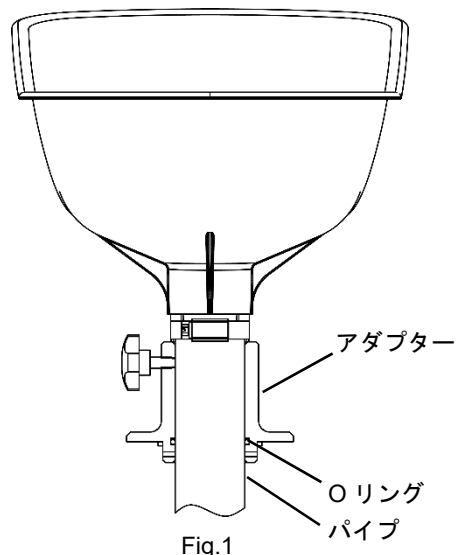

Fig.1
- ・油受け用パイプを差し込んでいるアダプターの中にＯリングが入っています。パイプを上部へスライドしたときに、廃液が多く付着している、または、パイプの動きが渋い場合はＯリングを交換してください。（Fig.1）